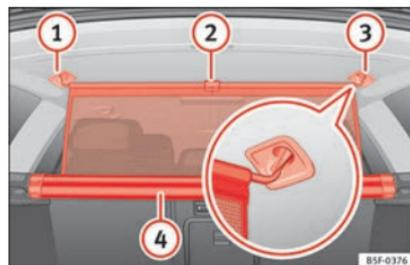

Abb. 124 Im Kofferraum: Trennwandnetz einhaken.
- Ziehen Sie die Lasche » Abb. 124 ② nach oben, um das Netz aus dem Einsatz ④ zu nehmen.
- Hängen Sie die Netztrennwand an der rechten Seite ③ (vergrößerte Darstellung) ein.
- Hängen Sie die Netztrennwand an der Aufnahme der linken Seite ① ein, indem Sie an der Stange ziehen.